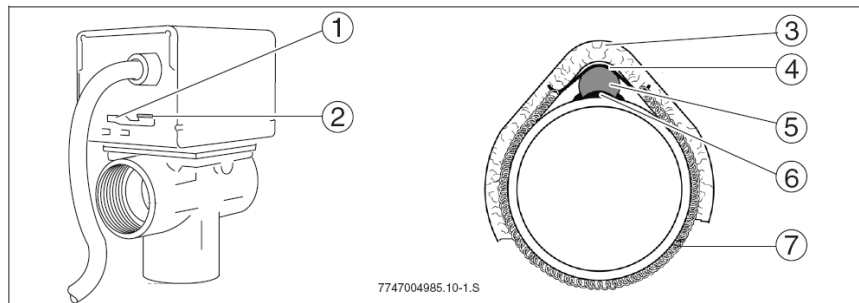

Рис. 7 Трёхходовой клапан (слева) и установленный температурный датчик (справа)
Устанавливайте рычажок в позицию «MAN» (manuell = ВРУЧНУЮ, → Рис. 7, Поз. 2), чтобы наполнить, развоздушить или опорожнить установку, а также как предохранительное положение при отсутствии напряжения в сети. В позиции «MAN» толкатель клапана находится в среднем положении. При этом обеспечивается равномерное течение потока в оба выходных штуцера.
- Для нормального режима работы устанавливайте рычажок в позицию «AUTO» (→ Рис. 7, Поз. 1).
- Температурный датчик T2 (→ Рис. 7, Поз. 5) устанавливается с применением теплопроводной пасты (→ Рис. 7, Поз. 6).
- Температурный датчик T2 с фиксирующей пластиной (→ Рис. 7, Поз. 4) и прижимной пружиной (→ Рис. 7, Поз. 7) монтируется на расстоянии ок. 20 см перед трёхходовым клапаном на трубе обратного трубопровода.
- Для температурного датчика T2 необходимо предусмотреть теплоизолирующее покрытие длиной не менее 20 см (→ Рис. 7, Поз. 3).